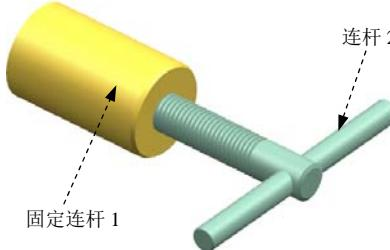
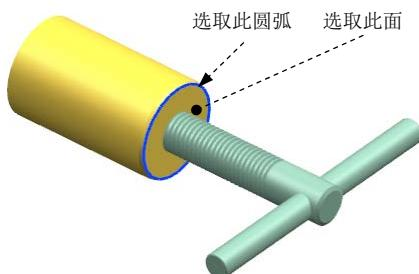
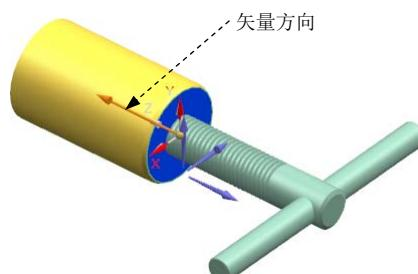
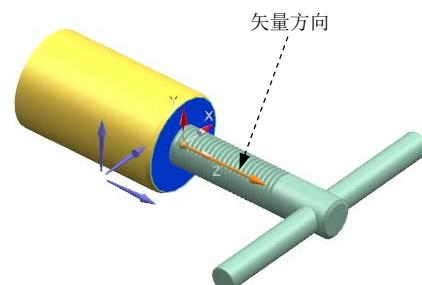

图 4.5.1 机构模型
图 4.5.2 定义螺旋副
图 4.5.3 定义螺旋副矢量
图 4.5.5 定义柱面副矢量
说明：在图 4.5.1 所示的机构中，已经创建了一组仿真文件并定义了固定连杆 1 和连杆 2。
(2) 定义运动副类型。在“运动副”对话框 **定义** 选项卡的 **类型** 下拉列表中选择 **螺旋副** 选项。
(3) 定义参考连杆。选取图 4.5.1 所示的连杆 2 为参考连杆。
(4) 定义原点。在“运动副”对话框 **操作** 区域的 **指定原点** 下拉列表中选取“圆弧中心”
④ 选项，在模型中选取图 4.5.2 所示的圆弧为原点参考。
(5) 定义矢量。在 **操作** 区域的 **方位类型** 下拉列表中选择 **矢量** 选项，在模型中选取图 4.5.2 所示的面为矢量参考，单击反向按钮 ，使方向如图 4.5.3 所示。
(1) 选择命令。选择下拉菜单 **插入(⑤)** → **运动副①...** 命令，系统弹出“运动副”对话框。
(2) 定义运动副类型。在“运动副”对话框**定义**选项卡的**类型**下拉列表中选择**柱面副**选项。
(4) 定义原点。在“运动副”对话框**操作**区域的**指定原点**下拉列表中选取“圆弧中心” 选项，在模型中选取图 4.5.2 所示的圆弧为原点参考。
(5) 定义平移矢量。在**操作**区域的**方位类型**下拉列表中选择**矢量**选项，在模型中选取图 4.5.2 所示的面为矢量参考，方向如图 4.5.5 所示。